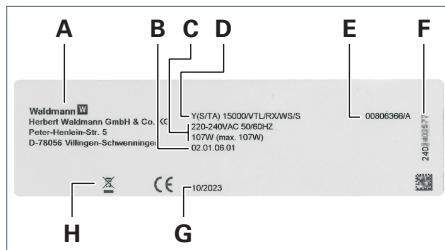

Fig. 36: Leistungsschild Leuchtenkopf (Beispiel).
- Vorhandener Leuchtenkopf, ab Seriennummer 2402389763, siehe Fig. 36